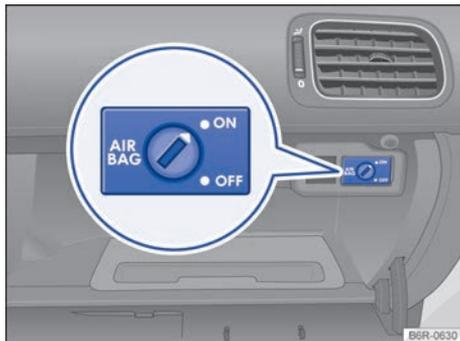

Fig. 16 En la guantera: conmutador de llave para activar y desactivar el airbag frontal del acompañante.
- Introduzca el paletón totalmente desplegado en el conmutador de llave situado en la guantera → fig. 16 hasta el segundo encastre. Aprox. 3/4 del paletón de la llave se encuentran entonces dentro del conmutador → ④.